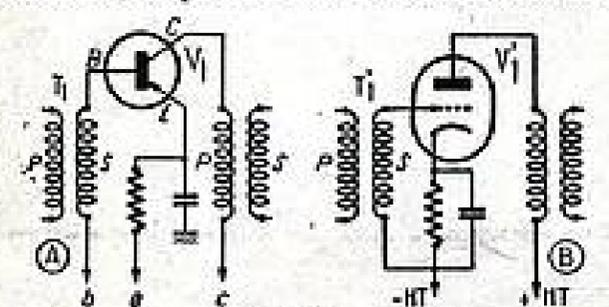

FIG. 2
a) Montage avec émetteur à la masse, entrée à la base et sortie au collecteur. La figure 2 A donne le schéma d'un amplificateur à transformateurs utilisant ce montage et la figure 2 B, le schéma à triode, équivalent.
Il en résulte que dans un montage comme celui de la figure 2 (le plus répandu) le transformateur T₁, placé entre le collecteur du transistor précédent et la base de V₁, aura un primaire à nombre élevé de spires, par exemples 300 spires et un secondaire à nombre très réduit, par exemple 10 spires.
Dans le cas des lampes, T₁ de la figure 2 B comporte généralement des nombres de spires du même ordre de grandeur au primaire (circuit plaque) et au secondaire (circuit grille).